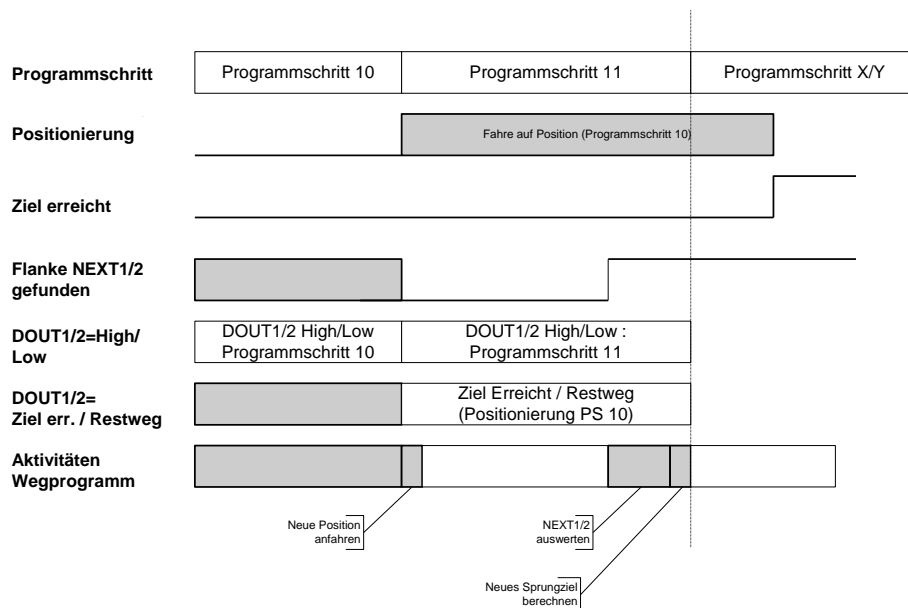

Abbildung 21: Zeitdiagramm Sprungverzweigung
In Abbildung 21 wird angenommen, dass in Programmschritt 10 eine Positionierung gestartet wurde. Mit dem Start der Positionierung (10) wechselt das Wegprogramm in den Folgezustand.